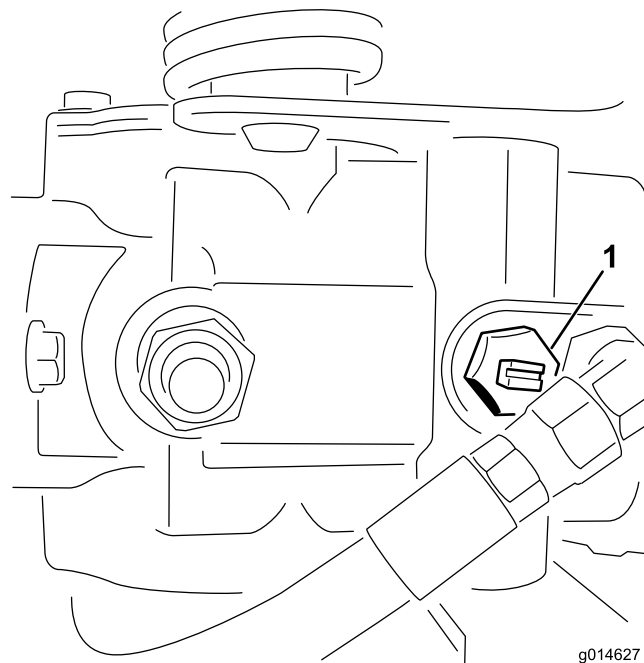

Figura 39
1. Girate la valvola bypass sulla pompa in modo che la scanalatura sia verticale (Figura 39).
2. Prima di avviare il motore chiudete la valvola bypass girandola in modo che la scanalatura sia orizzontale (Figura 39). Non avviate il motore quando la valvola è aperta.